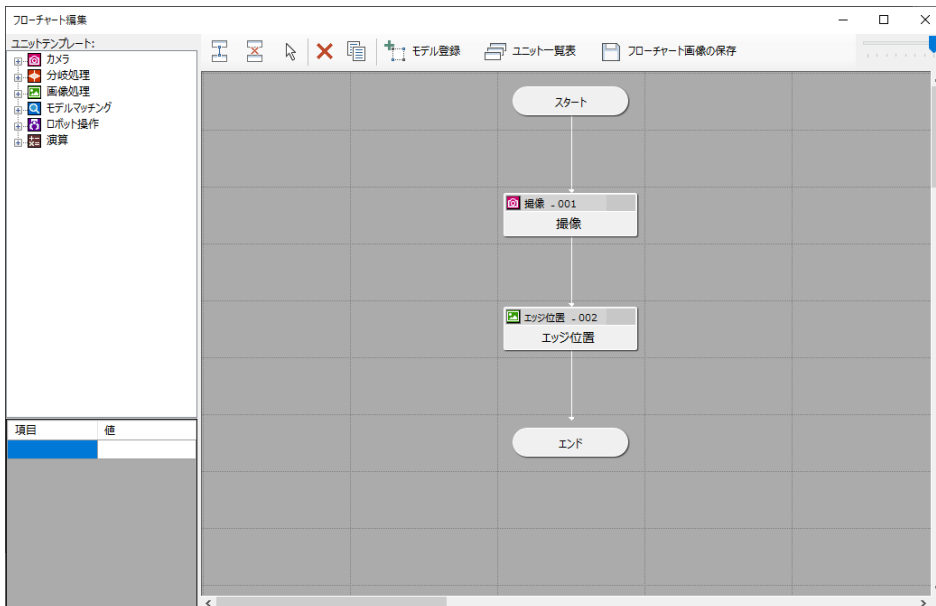

図2
- 2 フローチャート編集画面を開き、「スタート」→「撮像」→「エッジ位置」→「エンド」という順番のフローを作成します（図2）。